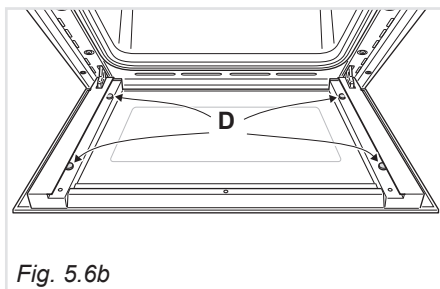

Fig. 5.6b
- Assicurarsi che la porta sia bloccata aperta (fig. 5.6b).
- Verificare che i 4 distanziatori "D" siano nella loro posizione (fig. 5.6b).